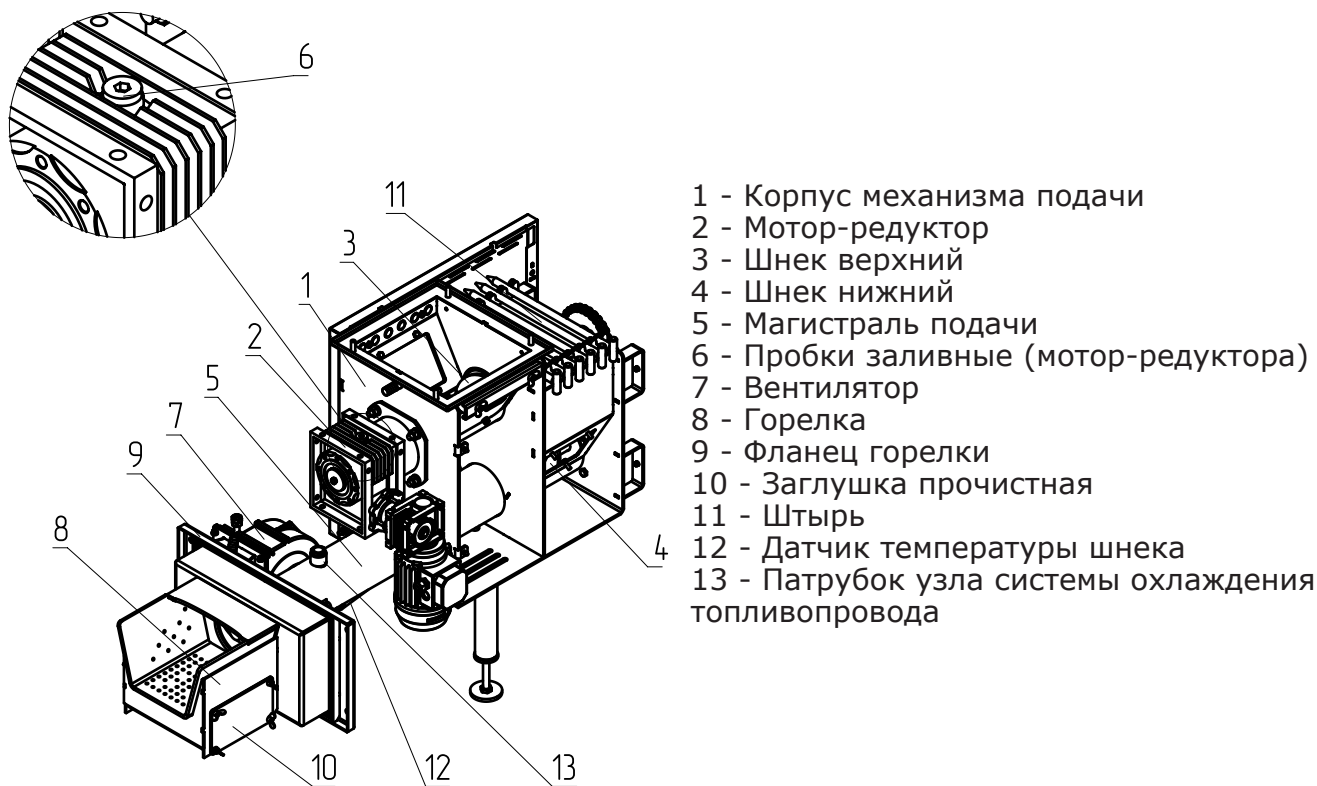
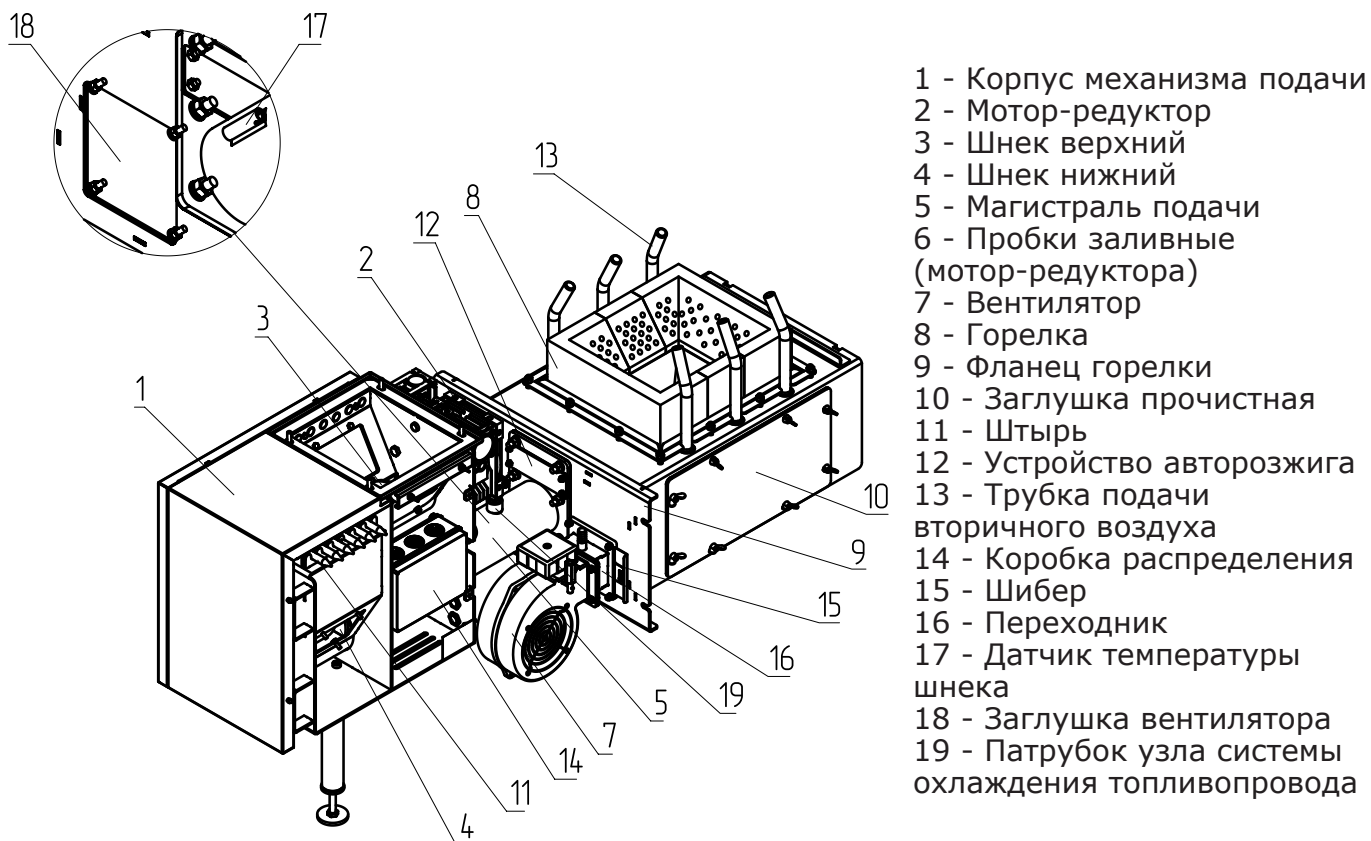

Рис.3 Горелка лотковая Stahonov 16-65.
Рис.3.1 Горелка ретортная Stahonov 85-135.
5.8. Горелка с приводом (Рис.3) служит для автоматической подачи и сжигания топлива в топке котла.
5.9. В котлах «Stahanov» - 85; 105; 135 кВт используется ретортная горелка (Рис.3.1) служащая для автоматической подачи и горения топлива в топке котла. Подача топлива из бункера в горелку (поз.8) осуществляется аналогичным образом описанным в п.п.5.8.1.
5.11. В котле предусмотрена возможность установки системы охлаждения топливопровода, для это предусмотрены датчик температуры шнека (Рис.3 поз.12 и Рис.3.1 поз.17) и патрубок узла системы охлаждения топливопровода (Рис.3 поз.13 и Рис.3.1 поз.19).